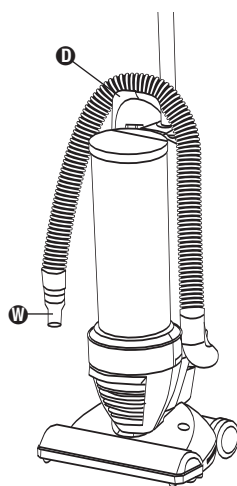

FIG. 6
- Step 1:** Pull the hose end **(W)** from the hose retainer at the bottom of the unit and the hose holder **(D)** at the top (FIG. 6).
- Paso 1:** Jale el extremo de la manguera **(W)** del retén de la manguera en la parte inferior de la máquina y del sostén de la manguera **(D)** en la parte superior (FIG. 6).